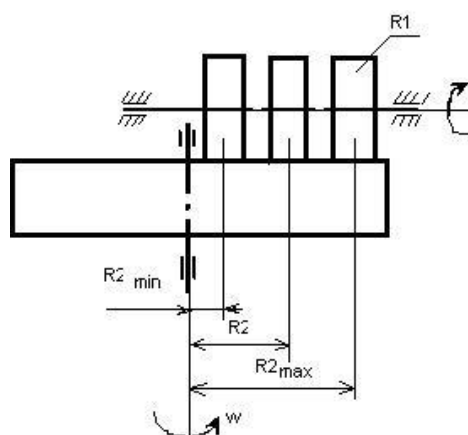

Рисунок 1 Лобовой вариатор
1) Лобовой вариатор (рис. 1) применяют в винтовых прессах и приборах. В таком вариаторе оси взаимно перпендикулярны, а изменение скорости ведомого вала происходит за счёт осевого перемещения ролика. Лобовой вариатор допускает реверсивные вращения ведомого вала при одностороннем вращении ведущего. Ведущим звеном в лобовой передаче может быть либо ролик, либо работающий торцом диск. Передаточное число лобового вариатора